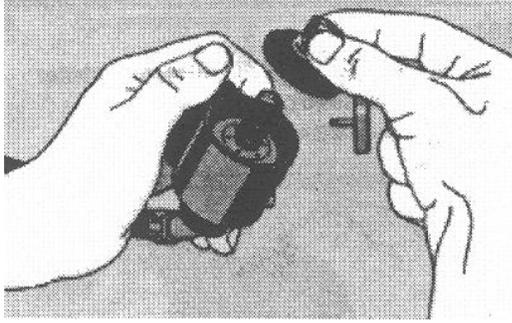
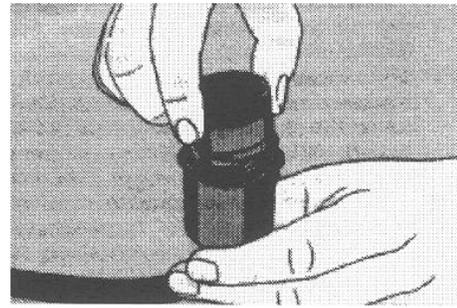

Figura 6
Figura 7
- Montar a parte de baixo do interruptor (verificar quanto à correta posição da mola de alta pressão) (Figura 6) e, sem torcer, rosca cuidadosamente a capa até o diafragma vedar na carcaça (Figura 7).